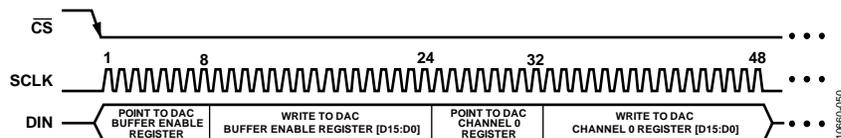

图44. 设置DAC输出电压码
若要设置DAC输出电压码，用户必须向DAC通道寄存器写入数据(地址0x30至地址0x33)。图44显示如何设置DAC输出电压码的示例。
3. 通过置位写入位，可将指针指向DAC通道寄存器(图44中的DAC通道0寄存器)。